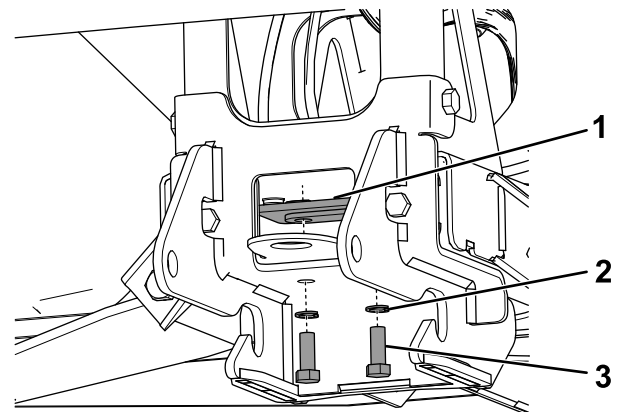

**Bild 4**
5. Befestigen Sie die rückwärtige Halterung mit vier Schrauben und vier Muttern am Fahrzeugrahmen (**Bild 4**).